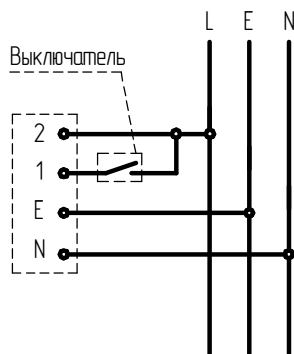
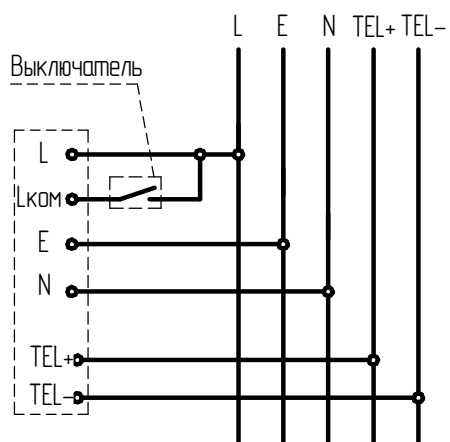

Рисунок 3 - Схема подключения светильника с аварийным блоком питания к сети
Рисунок 4 - Схема подключения светильника с аварийным блоком питания и функцией TELECONTROL к сети
5.7 Подсоедините корпус к сети. Проверьте надежность заземления (рис. 3).
5.8 Подключение светильника с аварийным блоком питания производить согласно схеме (рисунок 3). Подключите фазовый провод некоммутированной сети освещения (т.е. между фидером и светильником не должно быть никаких выключателей, кроме автоматов защиты) к клемме 2, а фазовый провод коммутированной сети к клемме 1. Подключение светильника с аварийным блоком питания с функцией TELECONTROL производить согласно схеме (рисунок 4.)